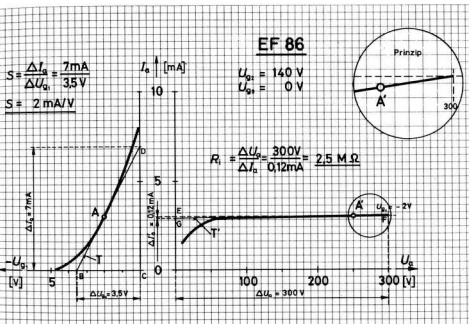

Bild 315
1. Schritt: Festlegen des Arbeitspunktes (Bild 315).